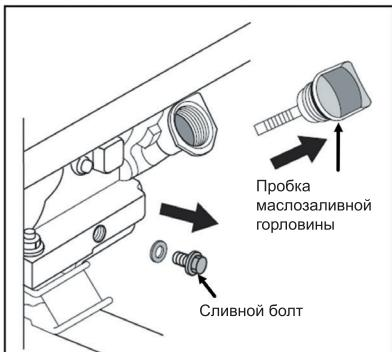

Рис. 26
2. Выкрутите пробку маслозаливной горловины (рис.26).